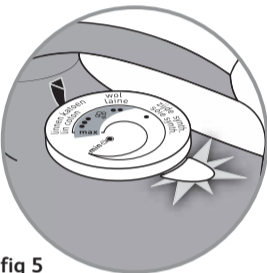

fig 5
- Le voyant s'allume (fig 5). Il s'éteindra quand la semelle sera suffisamment chaude.